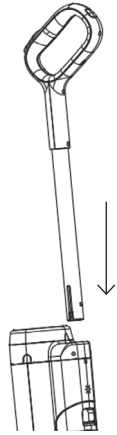

Fig. 2
- Para desmontarlo, introduzca una herramienta profesional u otro objeto duro en el orificio situado en la parte posterior de la máquina. Presione el pestillo hacia abajo mientras tira de la asa hacia arriba. (FIG.2)